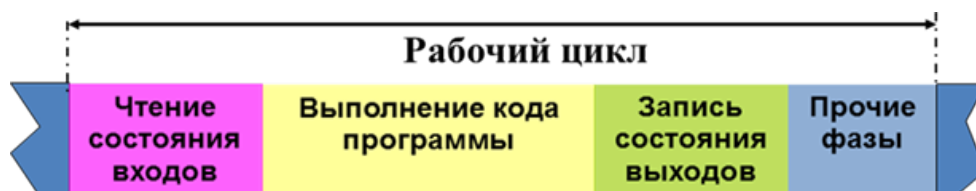

Рисунок 2.7 – Цикл ПЛК
**Цикл ПЛК.** Все ПЛК работают по методу периодического опроса входных данных (сканирования). ПЛК опрашивает входы, выполняет пользовательскую программу и устанавливает необходимые значения выходов (рис. 2.7).